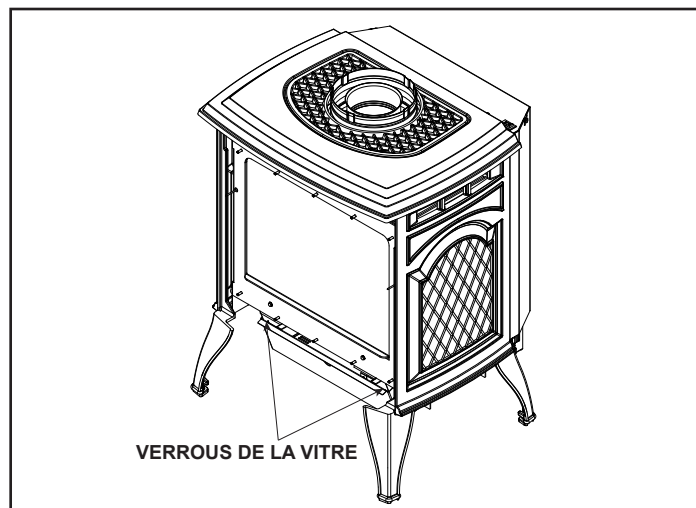

Figure 4.2 Retrait du cadre de la vitre
- Dégagez les deux verrous de la vitre des coins inférieurs de l'appareil. Retirez la vitre de l'appareil. Voir la Figure 4.2.